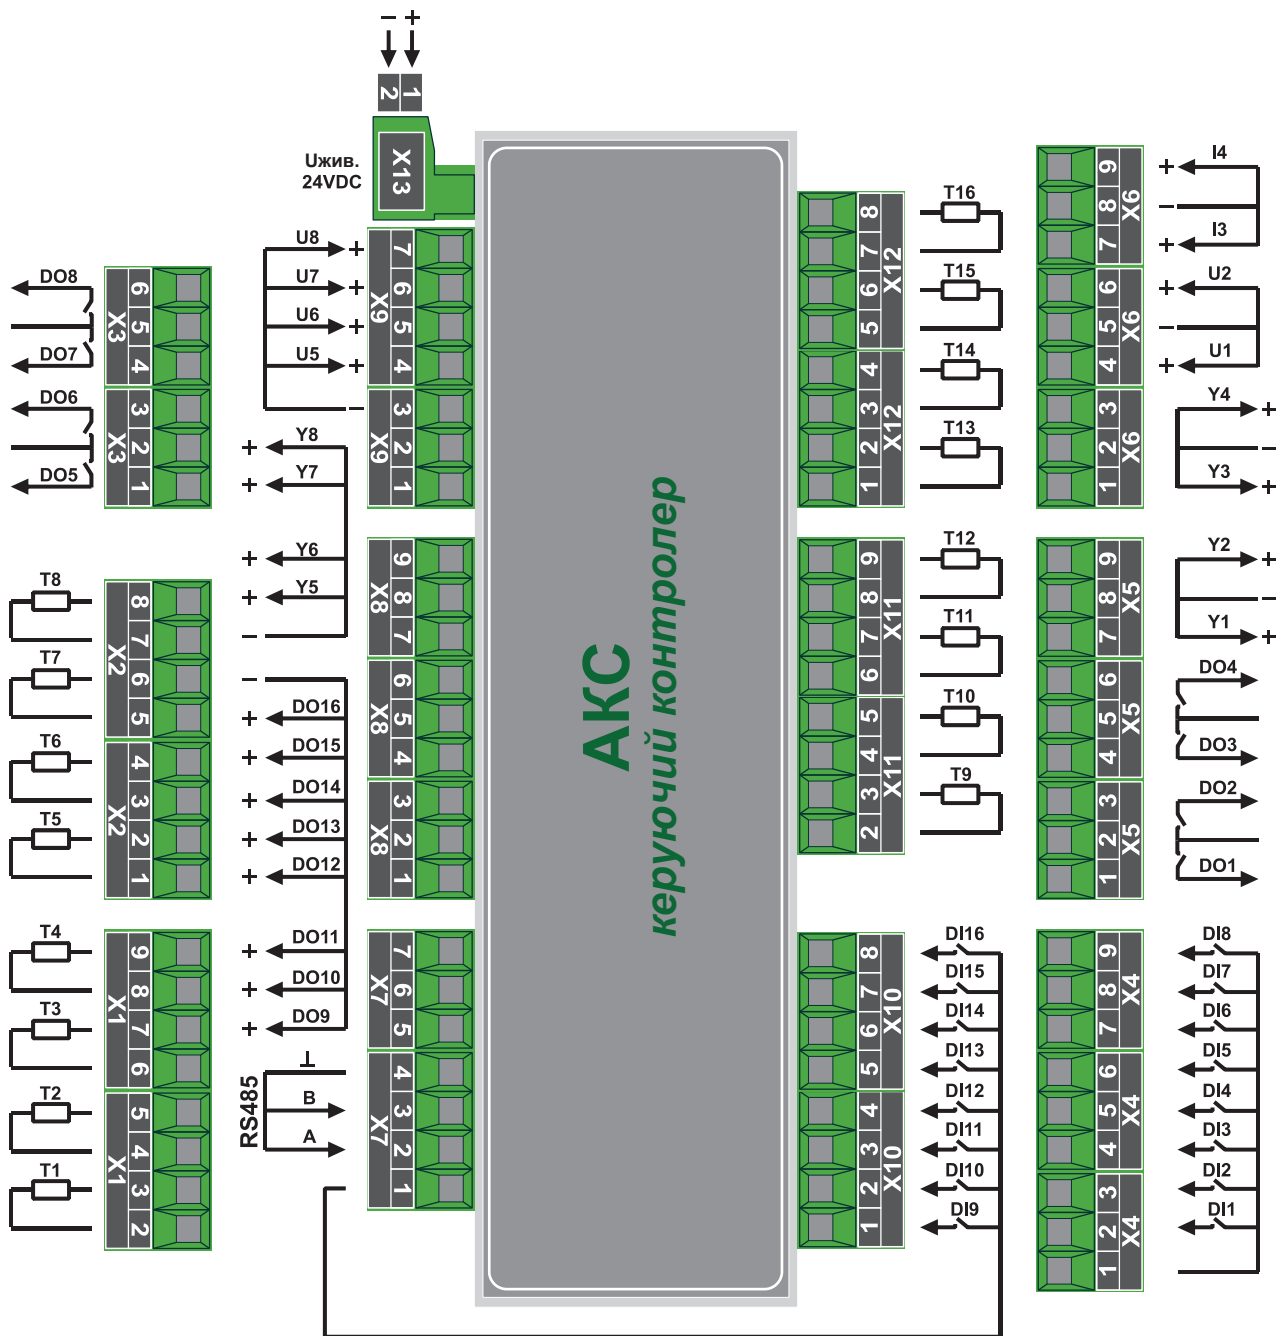

Рис.9.2 - Призначення контактів керуючого контролера
9.2 Призначення контактів керуючого контролера наведено у рис. 9.2.